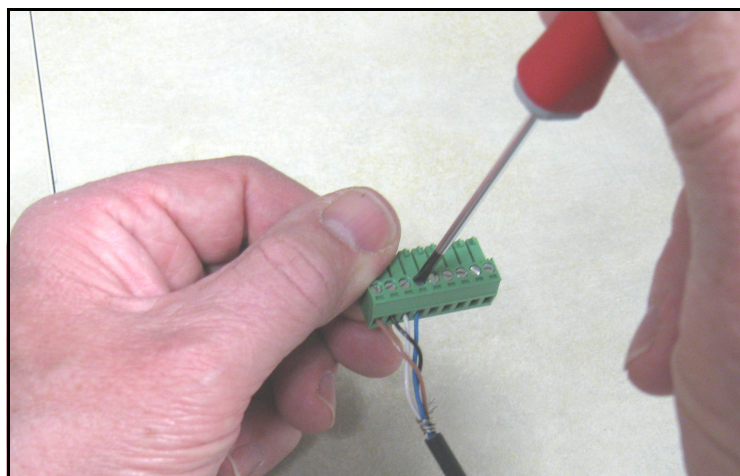

Рис. 35: Подключение кабеля к разъему
**ВАЖНО:** Перед выполнением убедитесь в отключении питания. Рис. 35